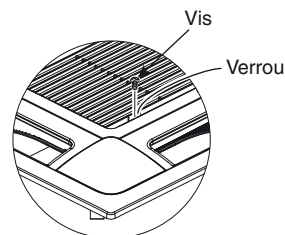

Fig. 7-3
- (1) Enlevez la grille d'admission d'air et le filtre à air du plafonnier.
- a) Enlever les 2 vis du verrou de la grille d'admission d'air. (Fig. 7-3) (Remontez la grille d'admission d'air après l'installation du plafonnier.)